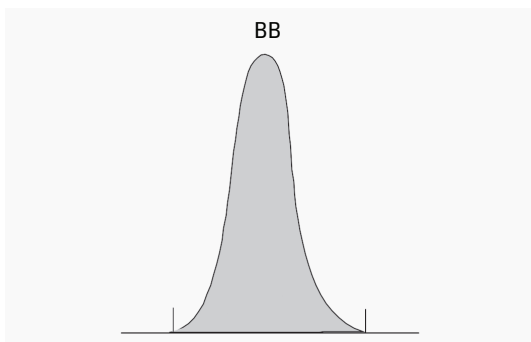

Рисунок 19 Измерение площади для пиков, начинающихся и заканчивающихся на базовой линии.
- для пиков начинающихся и заканчивающихся на базовой линии (BB), как площадь над базовой линией между началом и концом пика, как на Рис. 19 на странице 48,